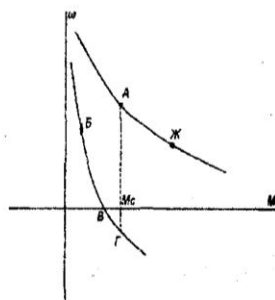

Рис. 30
**1-50.** Двигатель постоянного тока последовательного возбуждения работал на естественной механической характеристике с активным моментом на валу  $M_C$  в точке  $A$  (рис. 30). В какой из точек механических характеристик будет работать двигатель после введения в цепь якоря добавочного резистора  $R_d$ ?